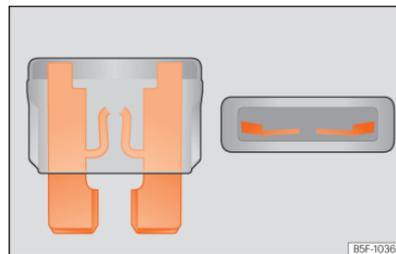

Fig. 201 Representação de um fusível fundido.
- Irá reconhecer um fusível fundido se a tira de metal estiver fundida »» Fig. 201.